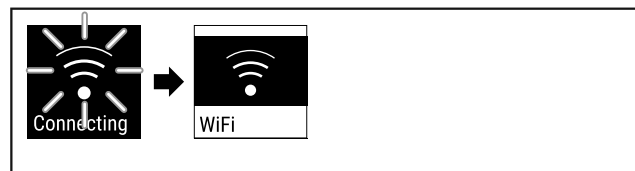

Fig. 85
- ▶ A kapcsolat létrejön (lásd Fig. 85) .